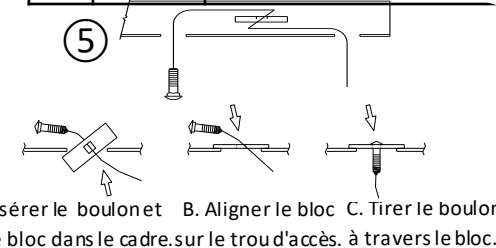

Figure 4
- Installer l'attelage** – À l'aide des fils de tirage fournis ⑤, installer les boulons de carrosserie ① et les espaceurs ② dans le cadre du véhicule à travers le point de fixation avant, voir **Fig. 4**, laisser les fils de tirage attachés. S'assurer que les écrous à souder sont exempts de rouille et de particules. Soulever l'attelage en position et aligner les trous du support d'attelage sur les écrous soudés du longeron en guidant les extrémités du fil de tirage à travers les trous du support d'attelage, puis réinstaller lâchement les boulons de pare-chocs M16 retirés à l'étape 4. Retirer les fils de tirage, installer les rondelles coniques ③ (côté denté vers l'attelage) et les écrous ④, voir **Figure 1**.